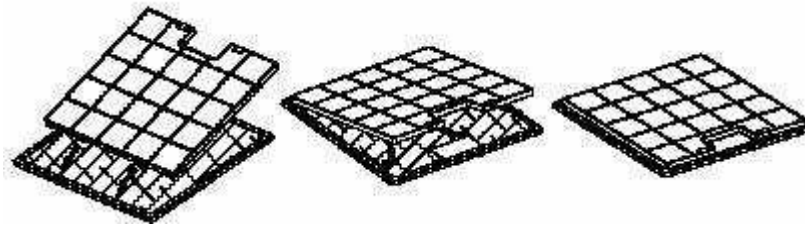

Abb. 17
- Legen Sie den Aktivkohlefilter auf den Fettfilter und fixieren Sie diesen wie in der Abbildung (Abb. 17).